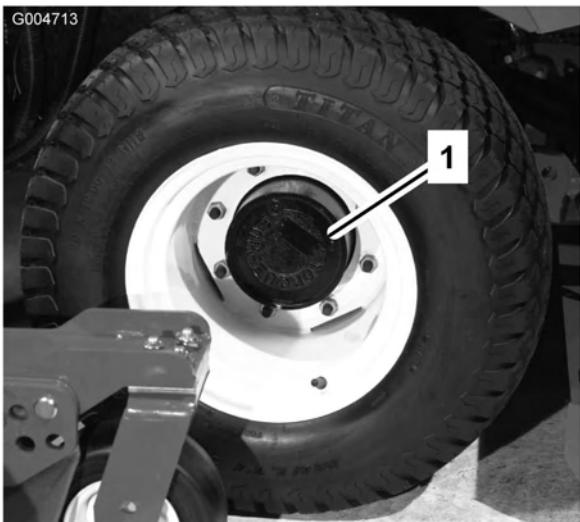

Figure 58
1. Placez la machine sur une surface plane et horizontale et tournez la roue de sorte que le bouchon de contrôle/vidange (Figure 58) se trouve à la position la plus basse.